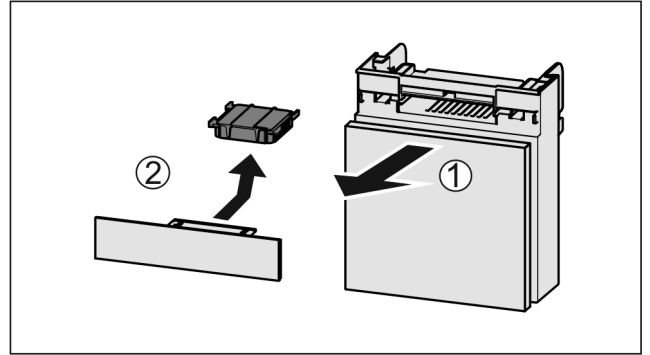

Fig. 57
- ▶ Vedä lokero etukautta pois Fig. 57 (1).
- ▶ Poista aktiivihiihilsuodatin Fig. 57 (2).